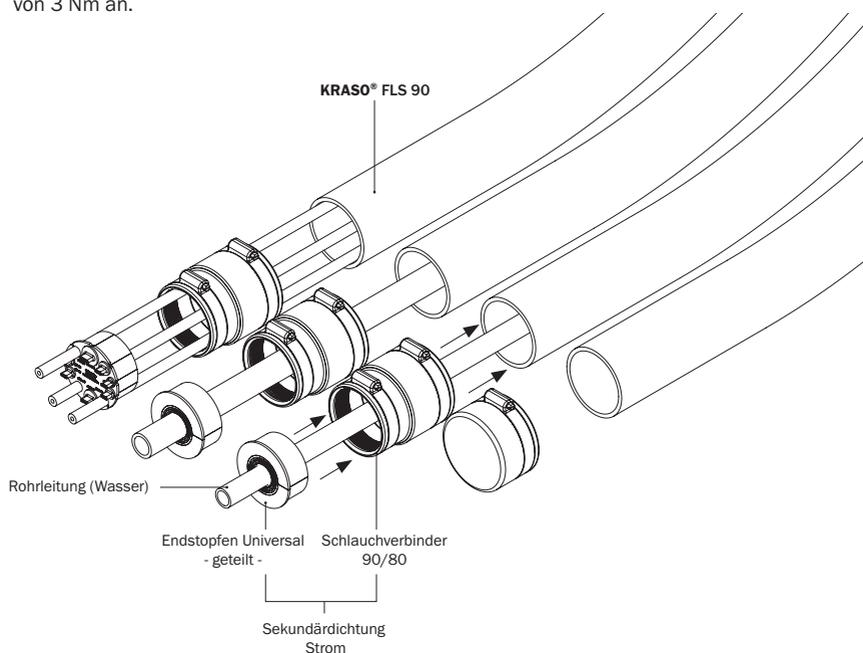

Abbildung 7.1: Einführung der Versorgungsleitung / Sekundärdichtung
7. Einführung der Versorgungsleitung / Sekundärdichtung (s. Abbildung 7.1)